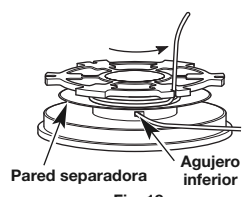
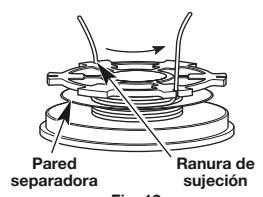

Fig. 18
Fig. 19
3. Inserte el extremo de la otra línea en el agujero inferior del carrete interior (Fig. 18). Enrolle firmemente en la dirección que se muestra en el fondo del carrete interior hasta que queden aproximadamente de 3 a 9 pulgadas (75 a 225 mm) de línea. Mantenga la línea por debajo de la pared separadora. Inserte la sección de entre 3 y 9 pulgadas dentro de la ranura de sujeción de 0.095 opuesta (Fig. 19).